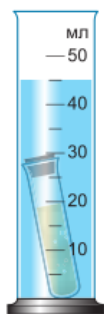

Рис. 199
1. Регулируя с помощью песка степень погружения пробирки в воду (рис. 199), добейтесь частичного погружения пробирки, полного погружения, опускания пробирки на дно сосуда.